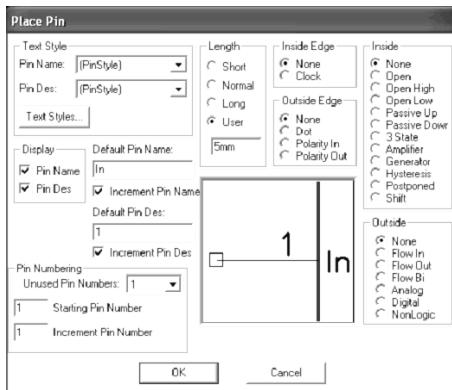

Рисунок 3.5
- Проставить выводы логического элемента. Входные выводы установить слева, а выходные — справа. Для этого выполнить команду **Place Pin** (Вывод). Откроется диалоговое окно Place Pin. В нем в поле Length (Длина) установить флагок в окне User (Пользователь) и задать длину вывода 5 мм. В областях Inside Edge (Входной вывод), Outside Edge (Выходной вывод), Inside, Outside установить значение None (Нет). В поле Default Pin Name (Имя вывода) ввести имя вывода — In. В поле Default Pin Des (Обозначение вывода) ввести номер вывода 1. Нажать на кнопку OK (рисунок 3.5). После этого установить вывод, щелкнуть ЛК, а затем ПК (правая кнопка мыши).
6 Записать созданный элемент в библиотеку элементов. Для этого необходимо выполнить команду **Save** и в появившемся окне щелкнуть кнопку Library. Затем выбрать созданную ранее библиотеку ***.lib. В поле Symbol набрать имя элемента «VT», а в графе Component – тип транзистора «КТ3102Г» и нажать кнопку OK (рисунок 3.5).